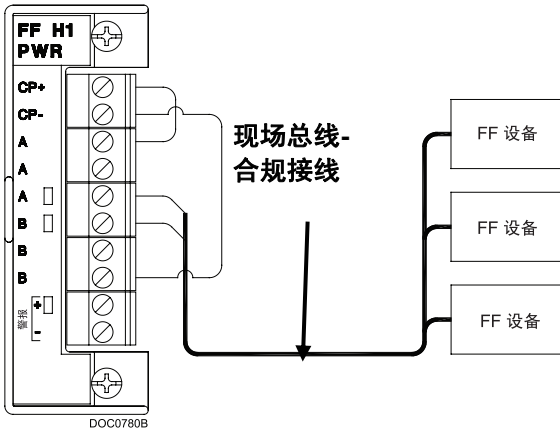
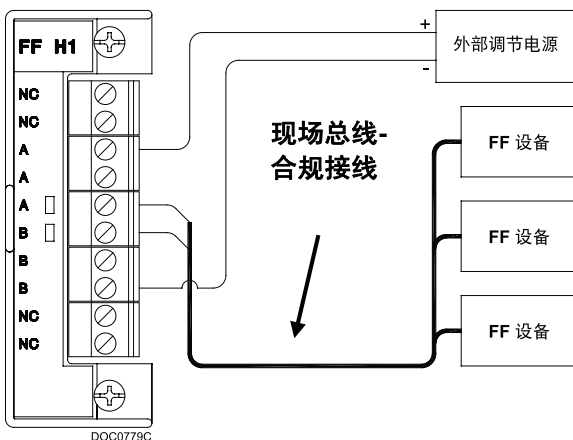

图 5. 对 H1 供电模块进行现场接线
图 6. 对 H1 非供电模块进行现场接线
3. 拧紧螺钉。请参阅图 5 或图 6。
FFI 最多支持四个这两种 H1 分段模块之一。供电模块（请参阅图 5）最高提供 125 mA 的调节电源。
当您不确定现场总线设备的功耗或编号时，请使用非供电的 H1 模块和一个通过现场总线审批的外部调节电源（请参阅图 6）。